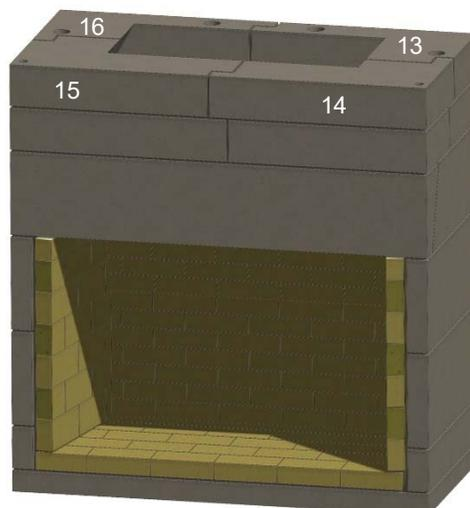

Figure 15. Niveau du milieu de la gorge
J. Installez le deuxième anneau des quatre composants de la gorge (points 13, 14 15 16). Vérifiez à l'aide d'un niveau. Voir la figure 15.